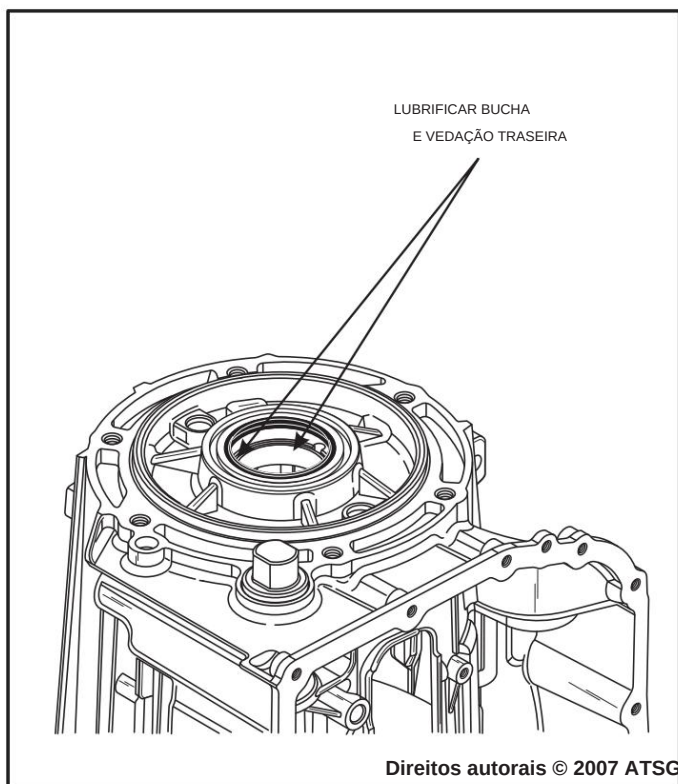

Figura 153
- Gire a caixa da transmissão no dispositivo de modo que a parte traseira da caixa pré-montada fique voltada para cima, conforme mostrado na Figura 153.
- Lubrifique os diâmetros internos da bucha da caixa traseira e da vedação traseira com uma pequena quantidade de Trans-Jel®, conforme mostrado na Figura 153.